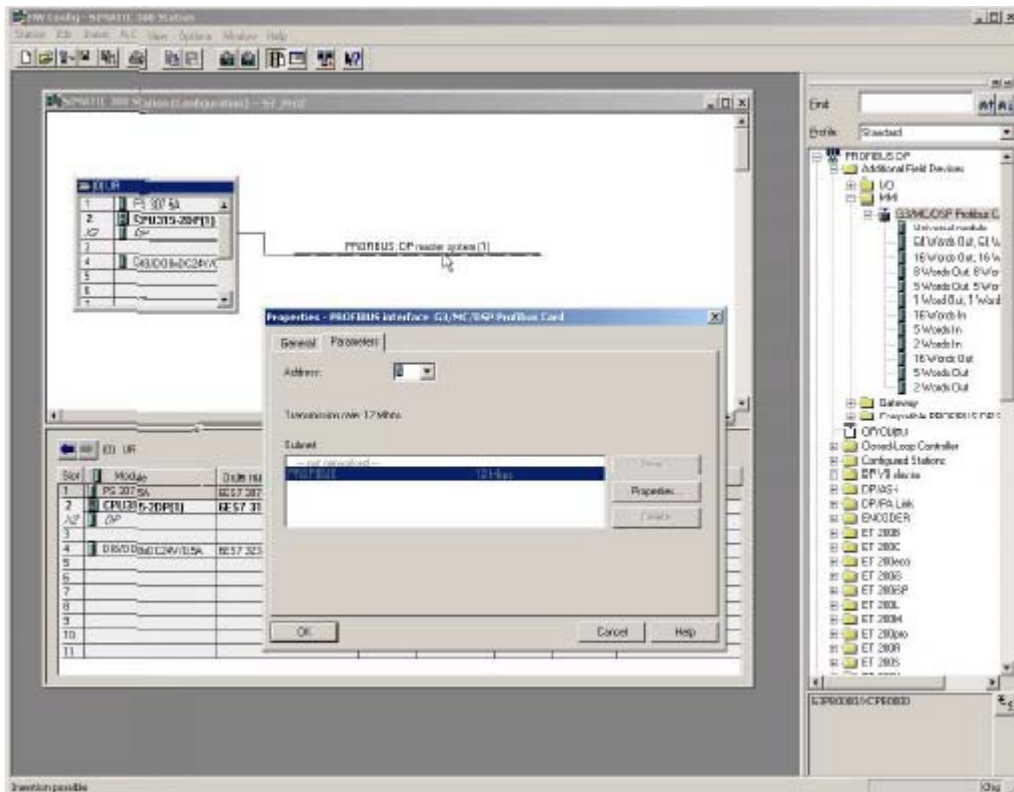

FIG. 58: Voeg Graco Gateway toe aan het Profibus netwerk
Selecteer in het eigenschappenvenster dat opgedoken is het Profibus adres dat de Gateway zal gebruiken op het netwerk. Dit adres moet uniek zijn. In dit voorbeeld zal de Gateway het adres 5 innemen. FIG. 58 Klik op OK.
**OPMERKING:** Om de formule te kunnen toepassen moeten alle blokken in de PLC Profibusconfiguratie voor de Gateway opeenvolgend zijn. FIG. 58.